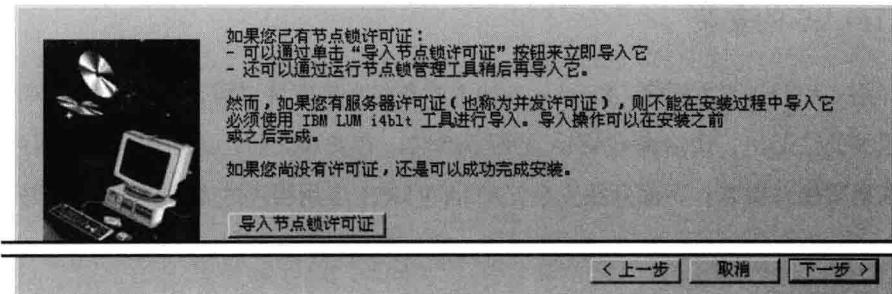

图 1.2.1 导入节点文件
- 步骤 03** 系统弹出图 1.2.1 所示的对话框，在该对话框中单击 **下一步 >** 按钮。